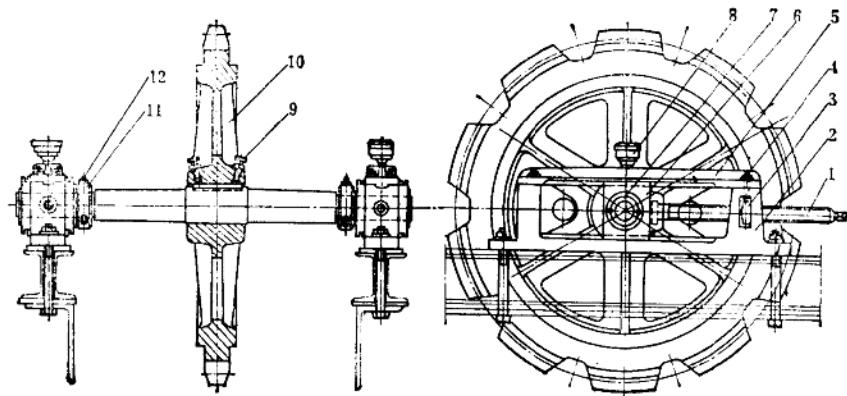
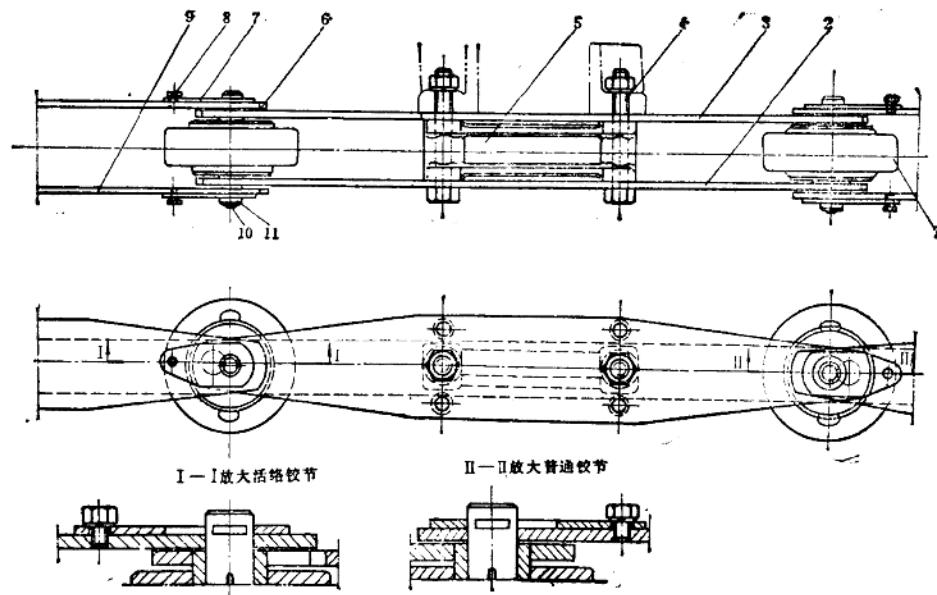

图 8-1-4 拖动链条张紧装置
图 8-1-5 牵引链条
- ② 拖爪的拖动面磨损是否严重；
- ③ 拖动走轮及滚子油路是否畅通；
- ④ 内、外链板有否变形、铰节孔有无磨损，卡板螺栓有无松脱；
- ⑤ 拖链轨道有无变形或开焊。
(3) 拖动链条张紧装置 (图8-1-4) 的检查
- ① 张紧轴、滑块、铜套、张紧支架导槽的磨损情况；
- ② 调节螺杆、螺母转动是否灵活，有无锈蚀、变形或磨损；
- ③ 张紧链轮齿部磨损情况；
- ④ 滑块油路是否畅通。
(4) 牵引链条 (图8-1-5) 的检查
- ① 内外链板有无变形，铰节处导向轮轴，轴
⑥ 松开链轮上顶键的顶丝，然后在压床上将轴压出，亦可用长爪拉具拉出。
(3) 拖动链条张紧装置的拆卸(图8-1-4)
- ① 先拆下滑块上的润滑油杯；
- ② 卸下支架底座的上盖板的紧固螺栓，拿下上盖板，再将链轮轴整套吊下，取下滑块；
- ③ 退出调节螺杆，拿下方形螺母；
- ④ 拆下支架底座的紧固螺栓，拿下底座。
- 2) 张紧链轮的拆法(图8-1-4)
- ① 把张紧轴两端定位环的顶丝松开，分别取下定位环；
- ② 拆链轮。首先退出链轮上顶键的两个顶丝，然后用压力机或大拉具将轴压出或把链轮拉下，如用锤锤打时应把链轮垫平，轴端垫上铜板，防止将轴头打胀。